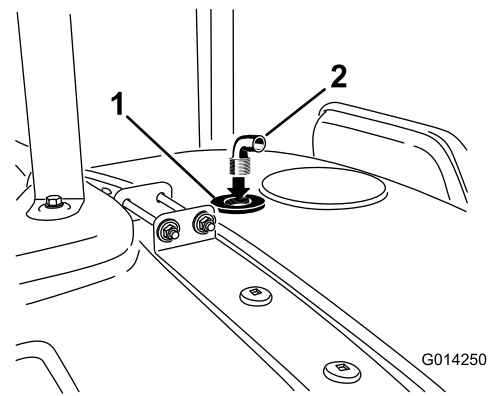

Bild 18
9. Befestigen Sie das Anschlussstück in der Gewindeöffnung des Spüldüsenbohrers (Bild 18).